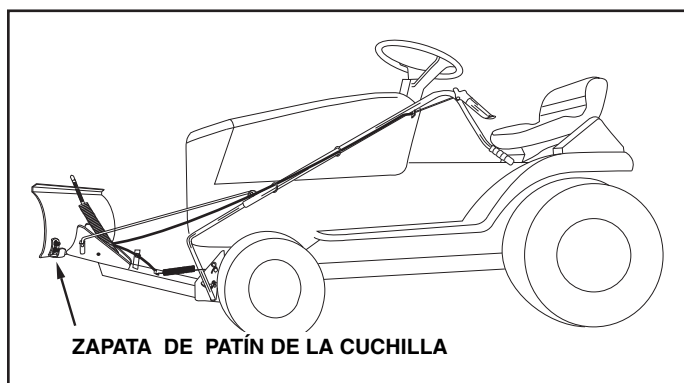

FIGURA 25
- Las zapatas de patín se encuentran en los extremos de la cuchilla y pueden levantarse para trabajar más cerca del piso en superficies lisas, o bajarse para levantar la cuchilla y trabajar en áreas ásperas o disparejas. Verifique que ambas zapatas se han fijado en forma igual y que las tuercas se han apretado en forma segura. Vea la Figura 25.